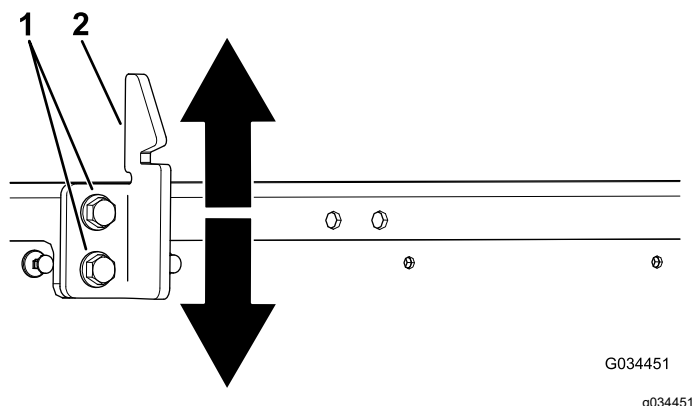

Figura 52
3. Desaperte os dois parafusos na régua do trinco da plataforma e mova a régua para cima ou para baixo, dependendo se a régua está muito alta ou muito baixa (Figura 52).
4. Aperte os dois parafusos na régua do trinco da plataforma (Figura 52).